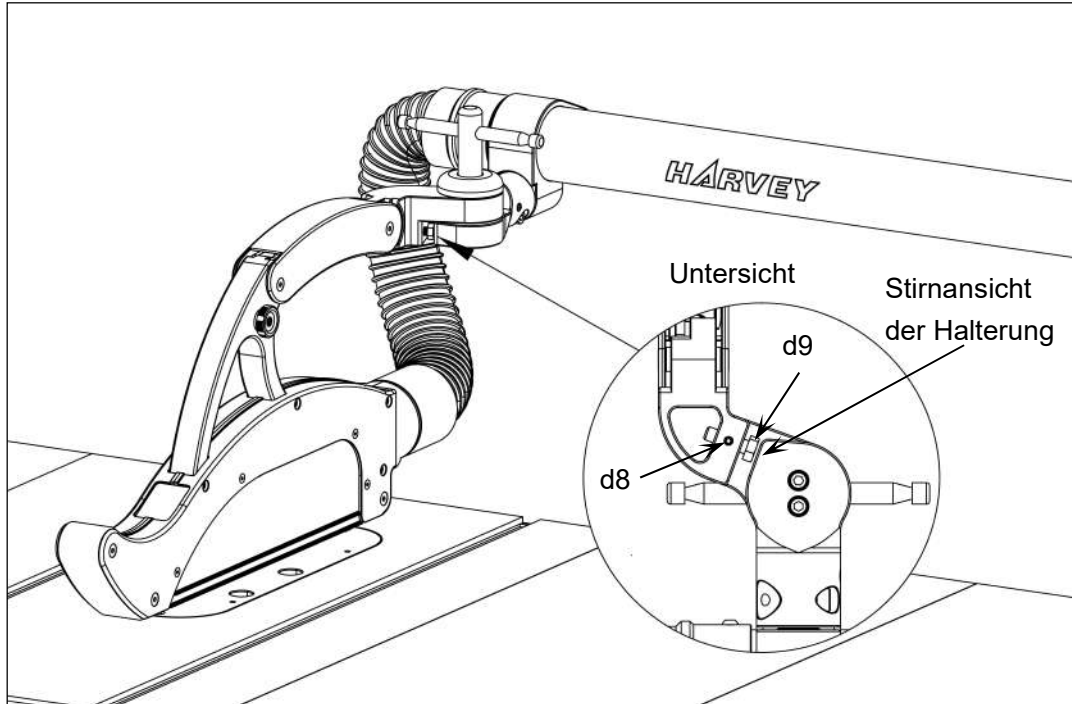

Abb. 19
- Lösen Sie die Stellschraube M5 × 8 (**d8**) wie in **Abb. 19** gezeigt.
- Drehen Sie die Sechskantschraube M8 × 25 (**d9**) wie in **Abb. 19** gezeigt heraus, bis der Schraubenkopf die Stirnfläche der Halterung berührt.